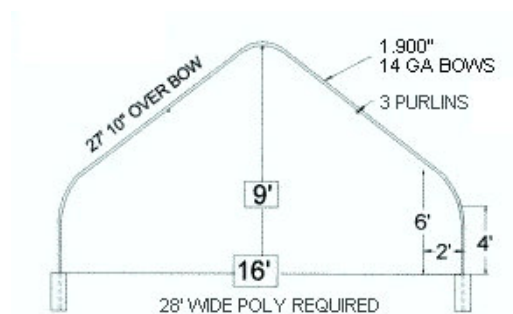

Figura 9. Estructura de invernadero para zonas con nevadas frecuentes e importantes
- Realizar una pendiente de techo elevada para facilitar la evacuación de la nieve (Figura 9).